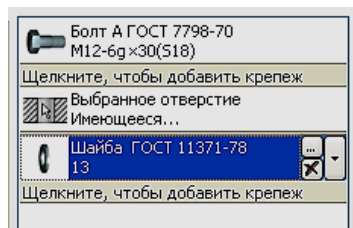
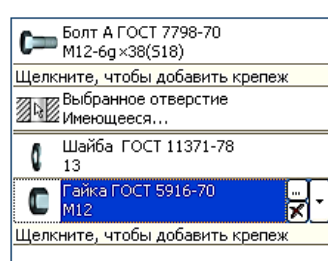

Рис. 3.72. Выбор шайбы
Рис. 3.73. Выбор гайки
6. Перейдите в поле для добавления других стандартных деталей и щелкните мышью на кнопке «*Щелкните, чтобы добавить крепеж*» (рис. 3.71). На экране появится окно для выбора шайбы (рис. 3.72.). Выберите «*Шайба ГОСТ 11371–78*» и щелкните на ней мышью.
7. Окно для добавления стандартного крепежа примет вид, как на рис. 3.72.
8. Щелкните мышью на кнопке «Щелкните, чтобы добавить крепеж» еще раз для вставки гайки (рис. 3.72). На экране появится окно для выбора гайки (рис. 3.73.). Выберите «Гайка ГОСТ 5916–70» и щелкните на ней мышью.